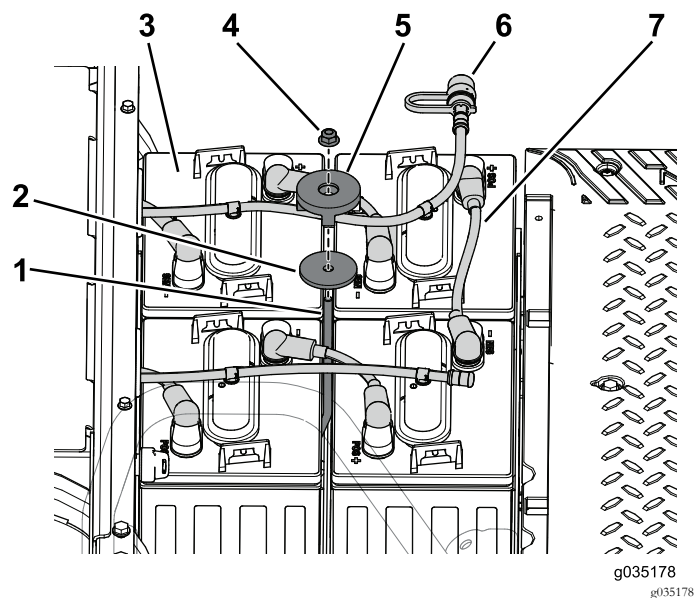

図 98
1. 前バッテリートレイにバッテリー4本を取り付ける 図 98。
6. バッテリーに給水口を取り付ける 図 98。